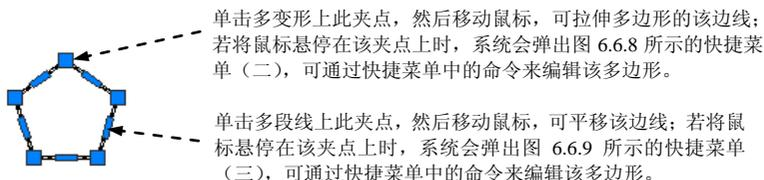

图 6.6.14 通过夹点直接编辑多边形对象
- **多边形对象**：使用多边形对象的夹点，可以实现对多边形边线的移动、添加/删除顶点、拉伸及圆弧与直线的转换，如图 6.6.14 所示。